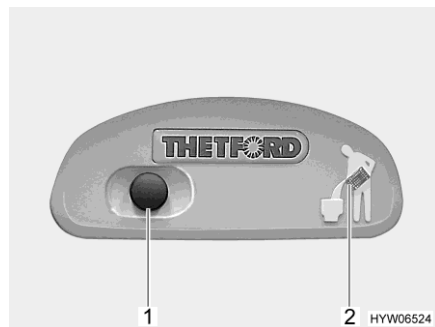
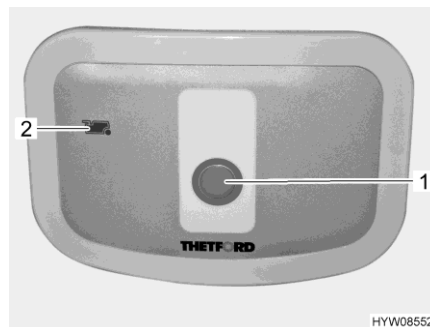

Bild 297 Spolknapp/kontrollampa
Bild 298 Spolknapp/kontrollampa
- För att spola, tryck på den blå spolknappen (Bild 297,1 resp. Bild 298,1).
- Kontrollampan (Bild 297,2 resp. Bild 298,2) lyser när latrintanken måste tömmas.